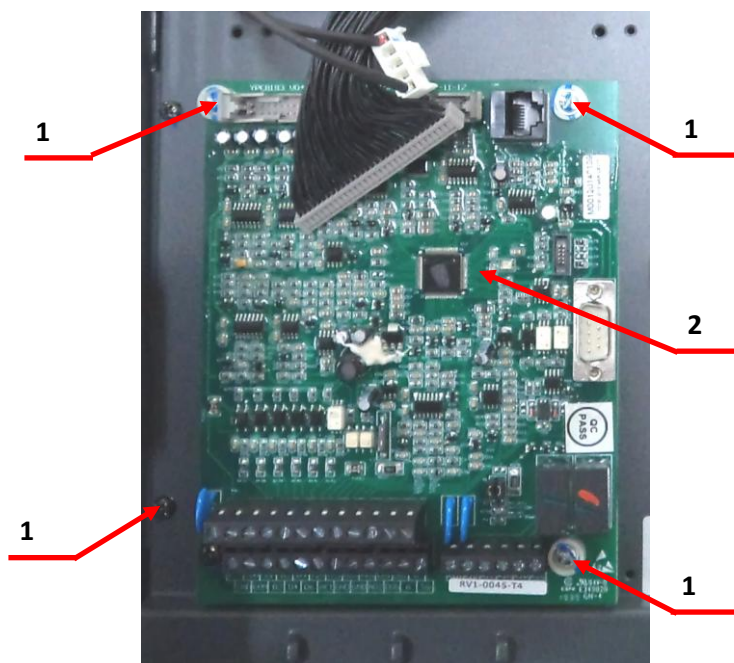

Рис.6.6
- 6.3.3. Открутить 4 винта поз.1 крепления платы ЦП поз.2 (рисунок 6.6). Положить плату ЦП в тару 3.1.16. Винты положить в тару 3.1.17.